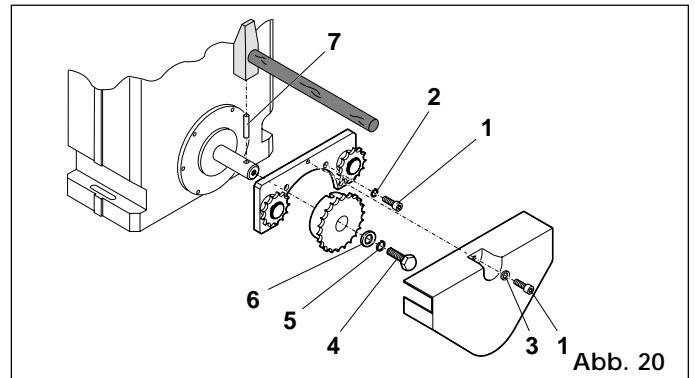
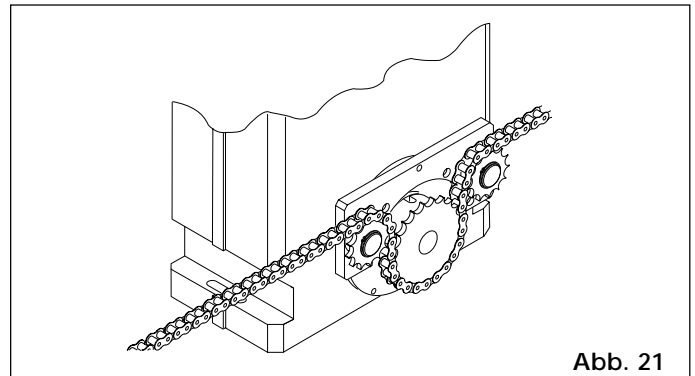

Abb. 20
Abb. 21
4.5.2 MOD. 820 EMC RF - 860 MC RF (Abb. 20, 21)
- Die 4 oberen Schrauben gegen die Schrauben 1 mit Innensechskant 5x12 und die Scheiben 2 des Bausatzes gem. Abb. 20 ersetzen und dann den Bügel der Umlenkrollen auf den Motorflansch anbringen.
- Die Kette nach Angaben in Abb. 21 einfädeln und das Abdeckgehäuse mit Schrauben 1 und Scheiben 3 (Abb. 20) aufsetzen.